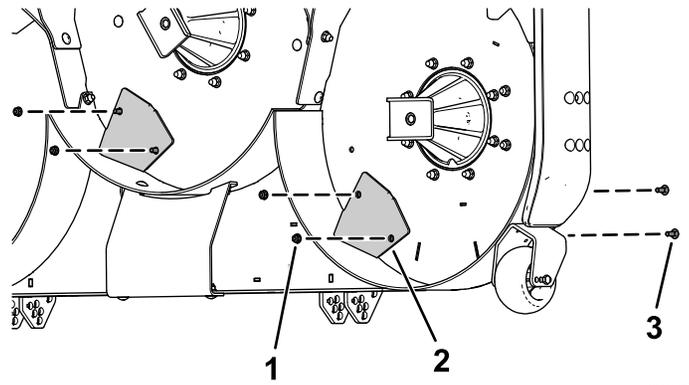

Figure 6
2. Fixez les 2 kickers sur le plateau de coupe à l'aide de 4 boulons de carrosserie (5/16" x 7/8") et de 4 écrous à embase (5/16"), comme montré à la Figure 6.